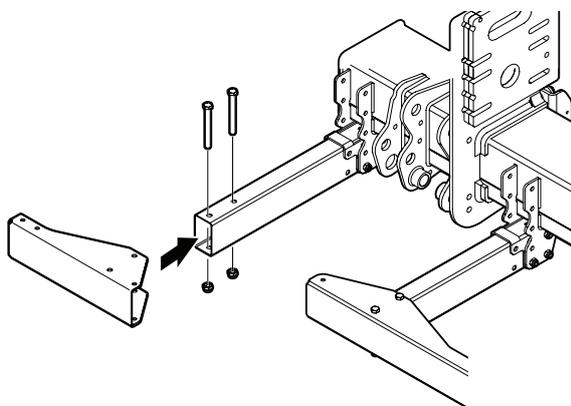

Figure 54. Installation d'un profil en tôle extérieur
4. Installez les profils extérieurs en tôle avec 2 boulons M12x110 chacun. Voir Figure 54.